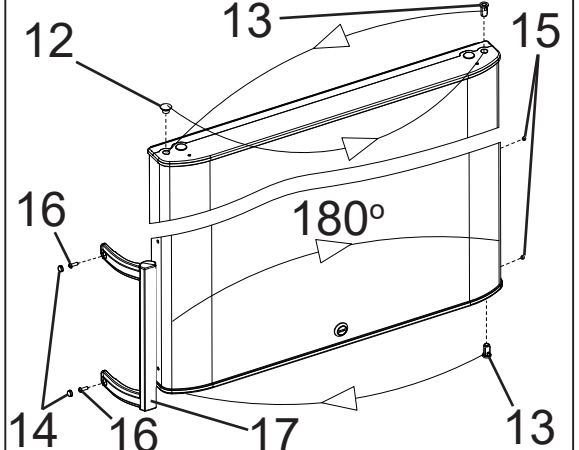

Рисунок 6
8. На верхней стороне каждой двери переставьте заглушку 12 и втулку 13 местами (см. рисунок 6). На нижней стороне каждой двери переставьте втулку 13 на противоположную сторону (см. рисунок 6). Убедитесь в правильности установки втулок - выступ на втулках должен совпадать с пазом посадочного места в накладке двери. Маленькой отверткой подцепите, и снимите колпачки 14 и заглушки 15 (см. рисунок 6). Крестовой отверткой выкрутите винты 16 и переставьте ручку 17 на противоположную сторону (см. рисунок 6).